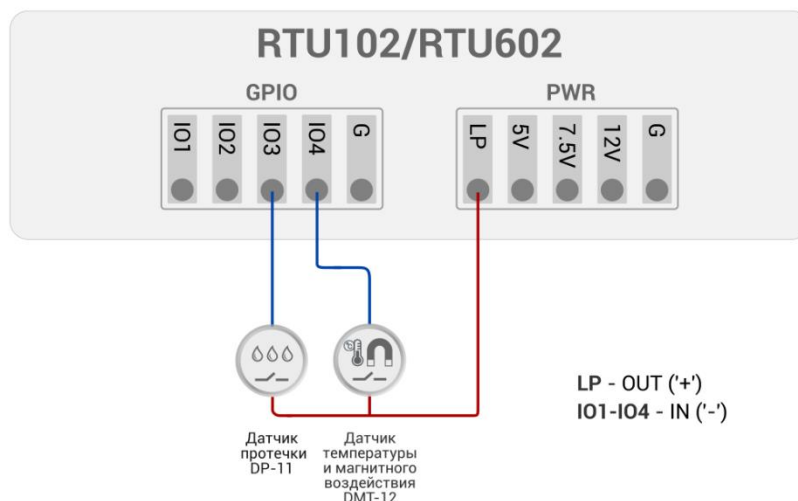

Рис. 8. Схема подключения датчиков TELEOFIS к УСПД.
Подключение. Датчик имеет двухпроводную схему подключения: один провод подключается к любому из контактов **IO1–IO4** (“–”), а второй – к контакту **LP** (“+”), см. Рис. 8. Полярность при подключении не важна. Пластина размещается в месте наиболее вероятного возникновения протечек.
**Подключение.** Магнитные датчики крепятся с двух сторон от счётчика воды для высокой точности определения воздействия, а датчик температуры устанавливается на трубу (Рис. 7). Подключение датчика к УСПД происходит по двухпроводной схеме: один провод подключается к любому из контактов **IO1-IO4** ("–"), а второй – к контакту **LP** ("+"), см. Рис. 8. На один счётчик воды предусмотрен один датчик DMT-12.